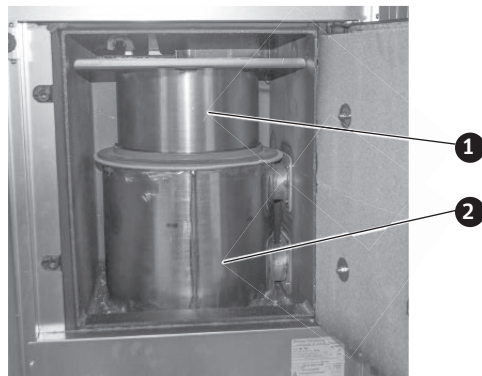

Fig. 64 Foyer avec tube-foyer et chambre de combustion quand la porte est ouverte
- Ouvrir la porte de la jaquette et la porte de la chambre de combustion – Fig. 64.